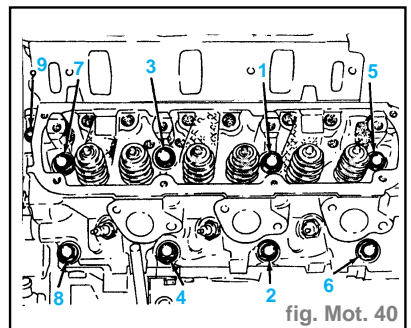

fig. Mot. 40
- Déposer les neufs goujons (de 9 à 1) de chaque culasse et déposer les culasses (fig. Mot. 40).
- Serrer les goujons **1 - 8** dans l'ordre illustré (fig. Mot. 40). Utiliser la méthode de serrage en quatre étapes, en adoptant les valeurs suivantes :